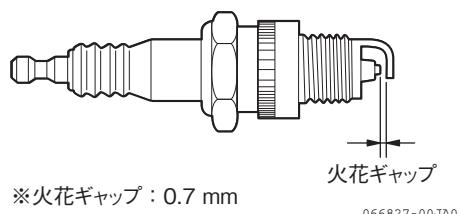

図 4-34 火花ギャップ
5. 火花ギャップ（電極すぎ間）を0.7 mmに調整します。 (図 4-34)